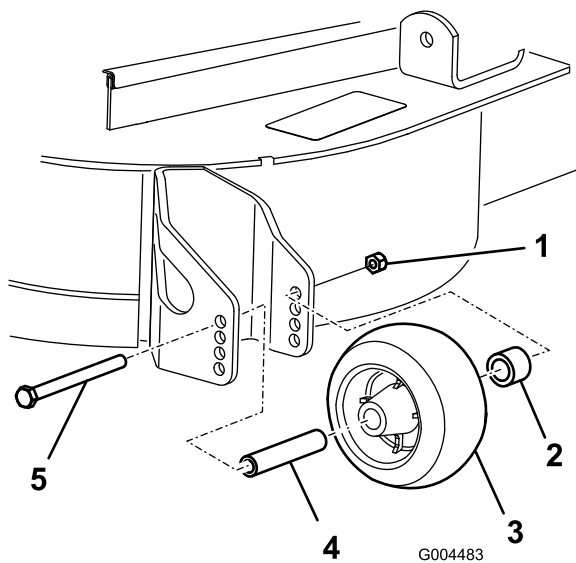

Figure 18
3. Après avoir réglé la hauteur de coupe, réglez les galets en retirant l'écrou à collerette, la bague, l'entretoise et le boulon (Figure 18).
5. Posez l'écrou à embase, la bague, l'entretoise et le boulon. Serrez à un couple de 54 à 61 Nm (Figure 18).